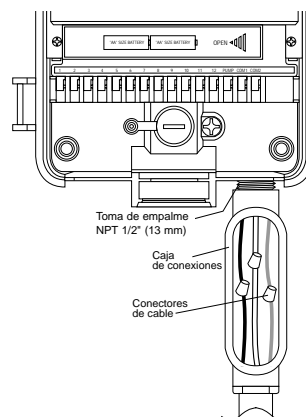

FIGURA 6: Cableado de CA mediante una caja de conexiones
- Conecte los cables procedentes de la fuente de alimentación a los cables procedentes del controlador. Asegúrese de conectar el cable de toma de tierra (a menudo un conductor de color verde o de cobre desnudo) al cable verde del controlador. Es absolutamente necesario conectar dicho cable. Conecte también el resto de los cables [Vea la Figura 6].